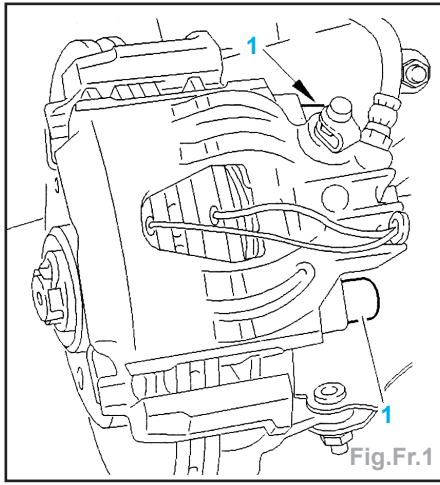

Fig.Fr.1
- Déposer les vis (1) (Fig.Fr.1).